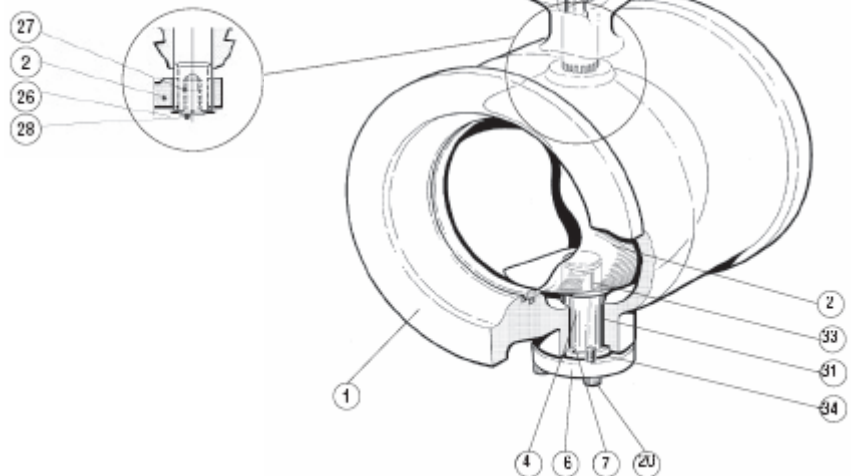

Рис. 4. Кран ShearStream SB – запасные части, разные уплотнения штока и кольцевого седла
2. Снимите штифт-указатель (23 – рис. 4).
7. Осмотрите поверхность шарового сегмента (2). Удалите отложения и очистите его поверхность в соответствии с п. 6.